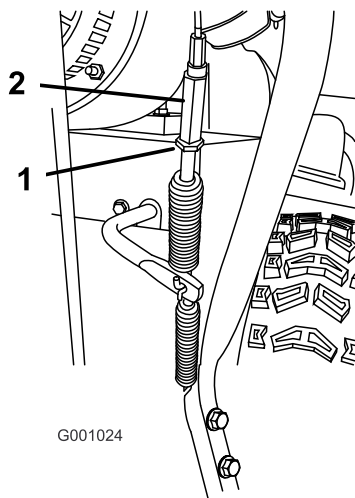

Figure 41
5. Desserrez l'écrou de blocage (Figure 41).
6. Desserrez ou serrez le tendeur de réglage de la tension du câble (Figure 41).